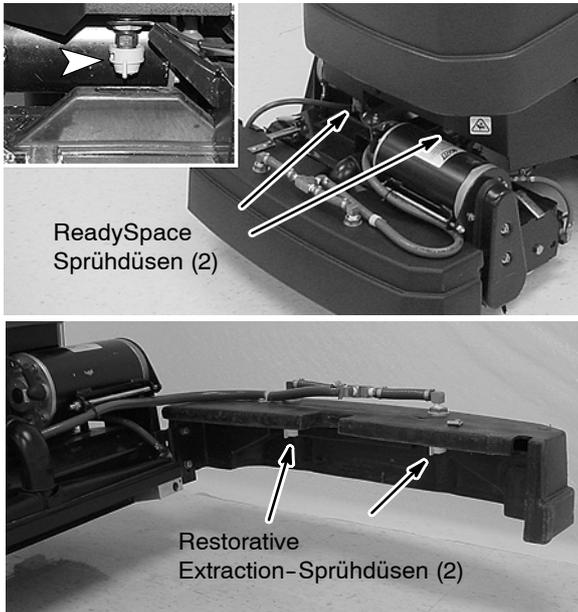

ABB. 37
6. Prüfen Sie die Sprühdüsen auf ein korrektes Sprühmuster (Abbildung 37). Wenn das Sprühmuster unregelmäßig ist, reinigen oder ersetzen Sie die Sprühdüsen (siehe **MONATLICHE WARTUNG**).